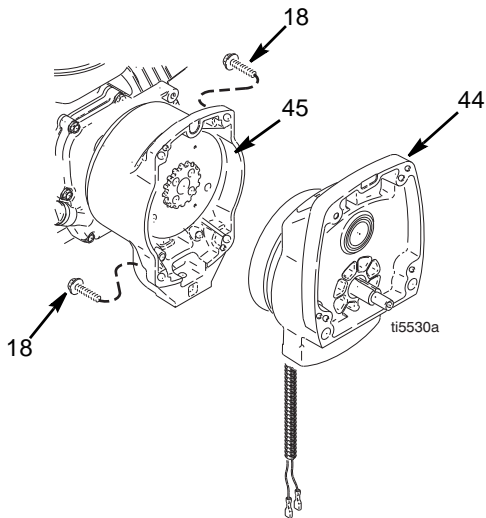
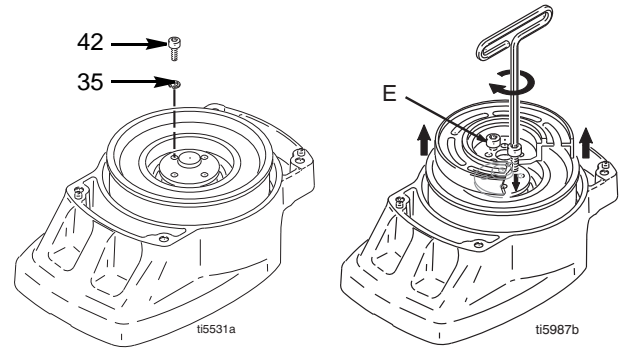

FIG. 4
FIG. 5
4. FIG. 4. Fjern fire skruer (18) og pinjong-enheten (44).
5. FIG. 5. Legg pinjong-enheten (44) på arbeidsbenken med rotorsiden vendt opp.
6. Ta ut de fire skruene (42) og låseskivene (35). Sett to av skruene i hullene med gjenger (E) i rotoren, eller trekk til skruene helt til rotoren kommer av.
9. FIG. 5. Legg pinjong-enheten på arbeidsbenken med rotorsiden vendt opp.
10. Ha locktite på skruene. Monter fire skruer (42) og låseskiver (35). Skruene trekkes til vekselvis med et moment på 125 in-lb helt til rotoren sitter godt. Bruk hullene med gjenger til å holde rotoren.
11. FIG. 4. Monter pinjong-enheten (44) med fire skruer (18).